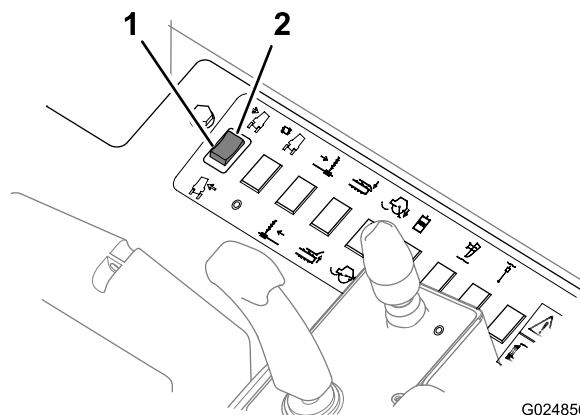

Figura 46
- Presione la parte superior de este interruptor (Figura 46) para inclinar la máquina a la derecha en una pendiente.
- Presione la parte inferior de este interruptor (Figura 46) para inclinar la máquina a la izquierda en una pendiente.